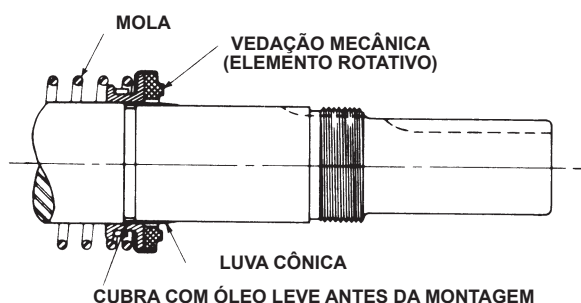

FIGURA 9
6. As faces de vedação das vedações mecânicas não devem ser tocadas a não ser com os dedos ou um pano limpo. Uma luva cônica está disponível, por um custo adicional, para as bombas Q, QS e M da Viking Pump, para instalação da vedação no eixo. Consulte a Figura 9.
7. Instale o elemento rotativo da vedação. Deslize a mola sobre o eixo para dentro da câmara de vedação e sobre o piloto da arruela de ajuste. Centralize o adaptador da mola (apenas tamanhos Q, QS e M) contra a parte de trás do retentor de metal de forma que a mola fique pressionada contra o adaptador e não trabalhe sobre a parte de trás da vedação mecânica. Coloque a luva cônica no eixo. **Consulte a Figura 9.** Aplique uma camada liberal de óleo não detergente SAE 30 na parte de diâmetro maior do eixo, na luva cônica e no diâmetro interno das partes de borracha da vedação. Insira o elemento rotativo, face de carbono voltada para fora, no eixo e empurre-a ao longo do eixo até que a mola fique centralizada em relação ao adaptador.